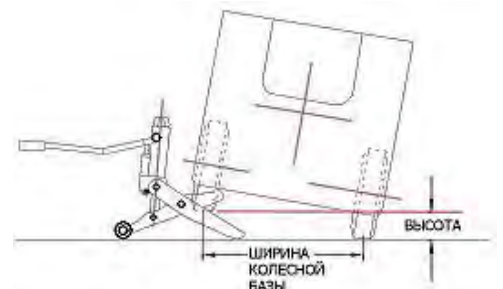

Рисунок 6.
- Будьте предельно внимательны при подъеме узких погрузчиков (ширина менее 1016 мм). Проверьте, чтобы высота между полом и поднятым колесом не превышала $\frac{1}{4}$ ширины колесной базы погрузчика. Ширина колесной базы измеряется от центральной линии до центра ширины профиля колес (см. рисунок 6). Если Вы превысите это расстояние, велика вероятность опрокидывания погрузчика.